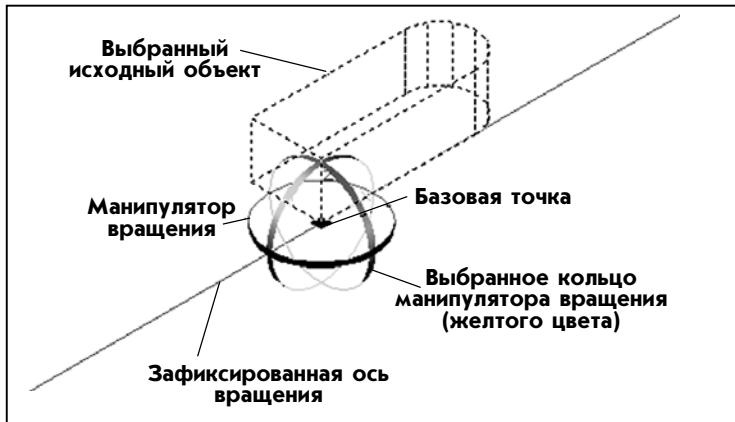

Рис. 8.6. Выбор оси вращения с помощью манипулятора вращения
3. «*Ось вращения: ...*» — для вращения объекта вдоль одной из осей манипулятора вращения подвесить указатель-перекрестье к тому кольцу манипулятора, для которого требуемая ось является нормалью (рис. 8.6). Как только кольцо изменит цвет на желтый, щелкнуть на нем, чтобы зафиксировать соответствующую ось вращения.